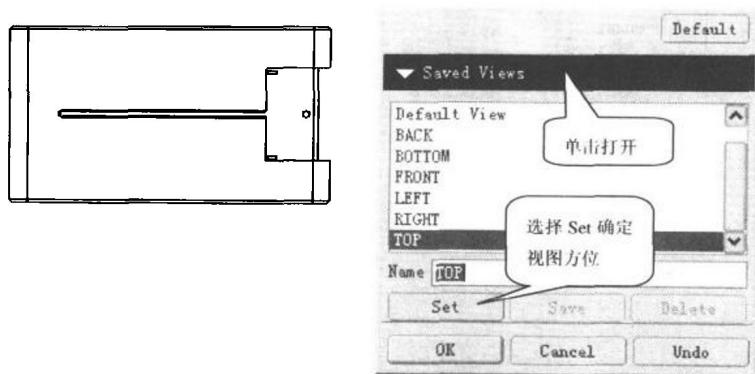

图 1-35
- ⇒ [在“Orientation (方向)”对话框的“Saved Views (已保存视图)”中选择“TOP →Set (设置), 单击 OK 按钮。或者双击 TOP, 视图显示为 TOP 方向的投影视图, 如图 1-35 所示。]